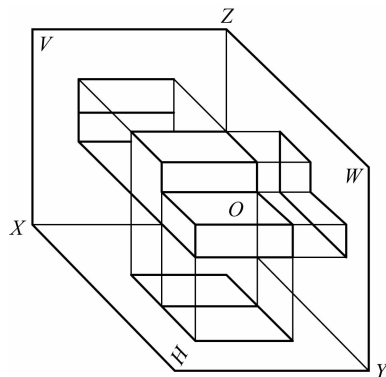

图 1-2-2 三视图
- (1) 用正投影法,将物体向投影面投射所得到的图形,称为视图。
- (2) 将物体放置于三投影面体系中,并注意安放位置适宜,即把形体的主要表面与三个投影面对应平行,用正投影法进行投射,即可得到三个方向的正投影图,如图 1-2-2 所示。从前向后投射,在 V 面得到正面投影,称为主视图;从上向下投射,在 H 面上得到水平投影,称为俯视图;从左向右投射,在 W 面上得到侧面投影,称为左视图。这样就得到了物体的主、俯、左三个视图。